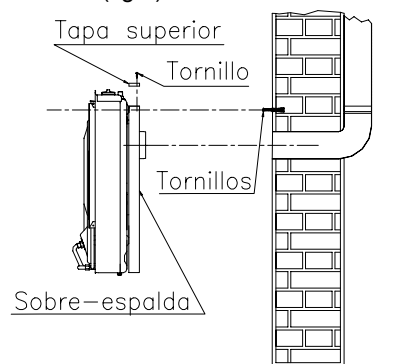

Fig. 6
- Para poder visualizar la correcta conexión, quite la tapa superior de la sobre-espalda, conecte el calefactor a la chimenea, cuidando que quede nivelado, y marque a través de los orificios de la sobre-espalda la posición de los tarugos (fig.6).
- Retire el calefactor, realice los orificios, coloque los tarugos, y enrosque unas pocas vueltas los tornillos. (fig.6)